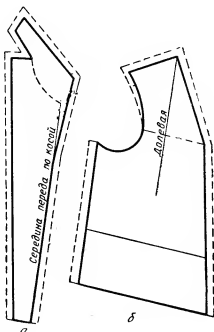

Рис. 284. Раскрой блузки со вставкой и цельнокроеным воротником:
**Раскрой.** Выкройку блузки разрезают по нанесенным линиям фасона и разрезанные части раскладывают на ткань так, чтобы середина вставки была по долевой нити (рис. 284, а).
Боковую часть выкройки полочки укладывают так (рис. 284, б), чтобы обозначение «Долевая» легло на долевую нить ткани. Выкройки прикалывают булавками, дают припуски на швы по установленным правилам, а затем раскраивают.